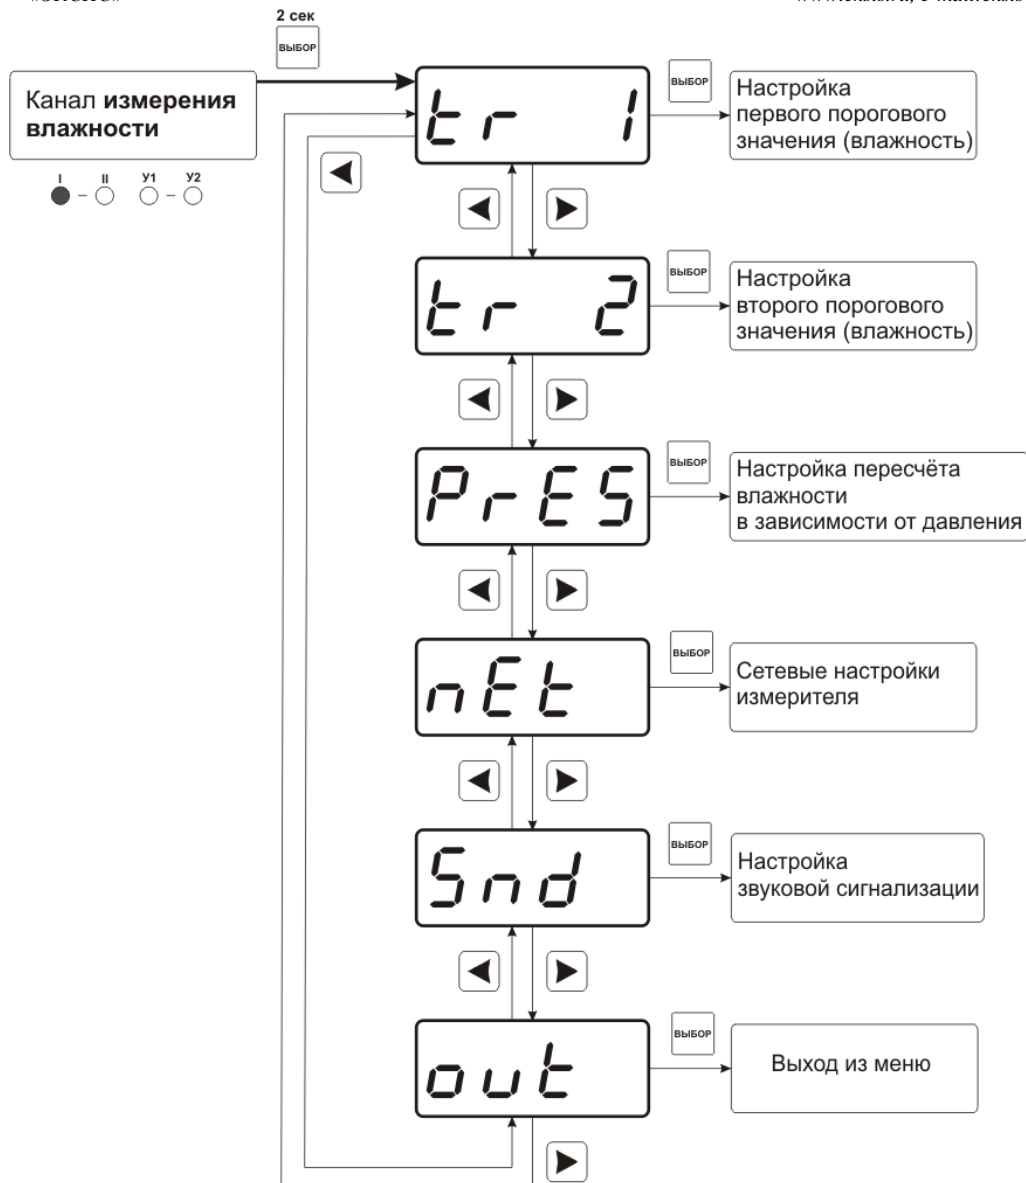
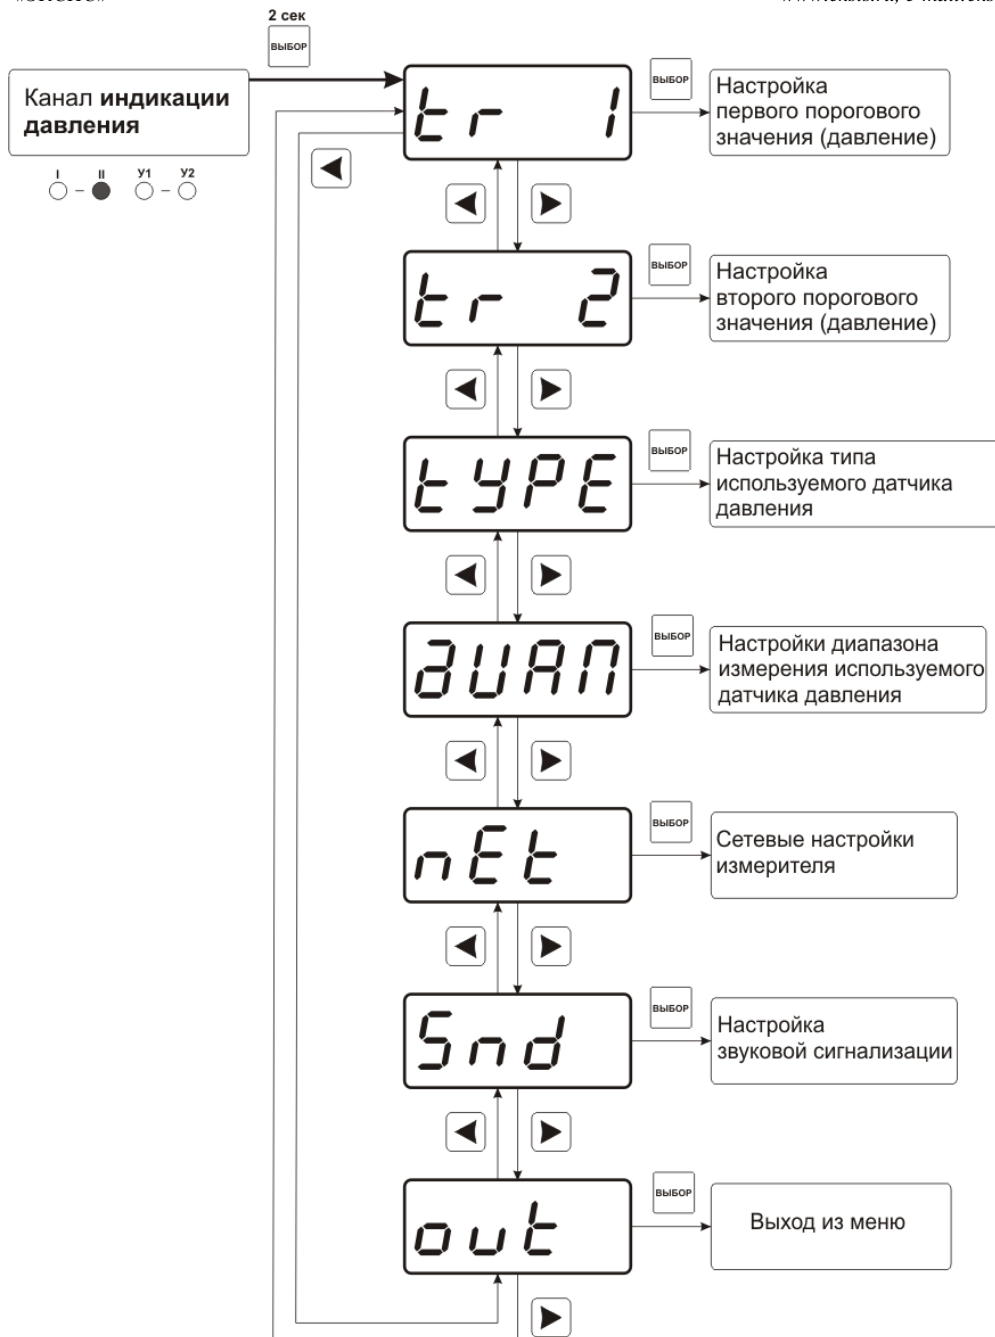
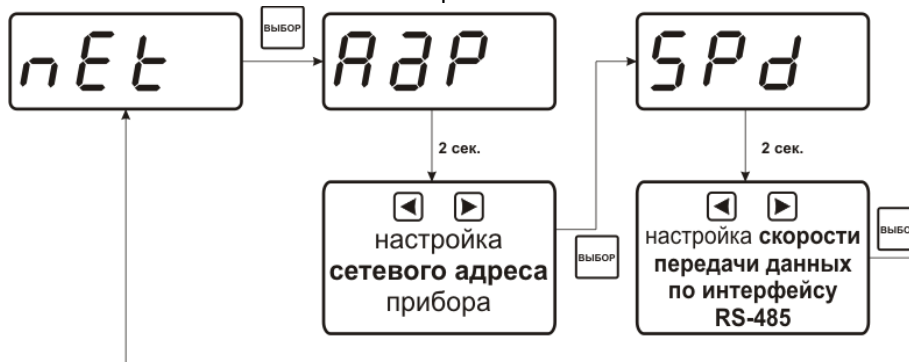

Рисунок 6.4 Настройка канала измерения влажности
Рисунок 6.5 Настройка канала индикации давления
Рисунок 6.22 Меню установки параметров прибора для работы в сети
6.3.2 **Настройка канала измерения влажности** включает в себя задание верхнего и нижнего порогов и введение коэффициентов для пересчета влажности с учетом давления. Настройка канала измерения по температуре включает только настройку порогов. Схема настроек канала измерения см. Рисунок 6.4.
6.3.3 **Настройка канала индикации давления** включает в себя задание верхнего и нижнего порогов. Настройку типа используемого датчика давления и его диапазона. Схема настроек канала индикации давления см. Рисунок 6.5.
Вход в режим настройки требуемых параметров осуществляется в соответствии с Рисунок 6.4. и Рисунок 6.5. Схема меню установки параметров прибора для работы в сети приведена на рисунке (Рисунок 6.22). Настройка требуемого параметра осуществляется в соответствии с таблицей 6.4.